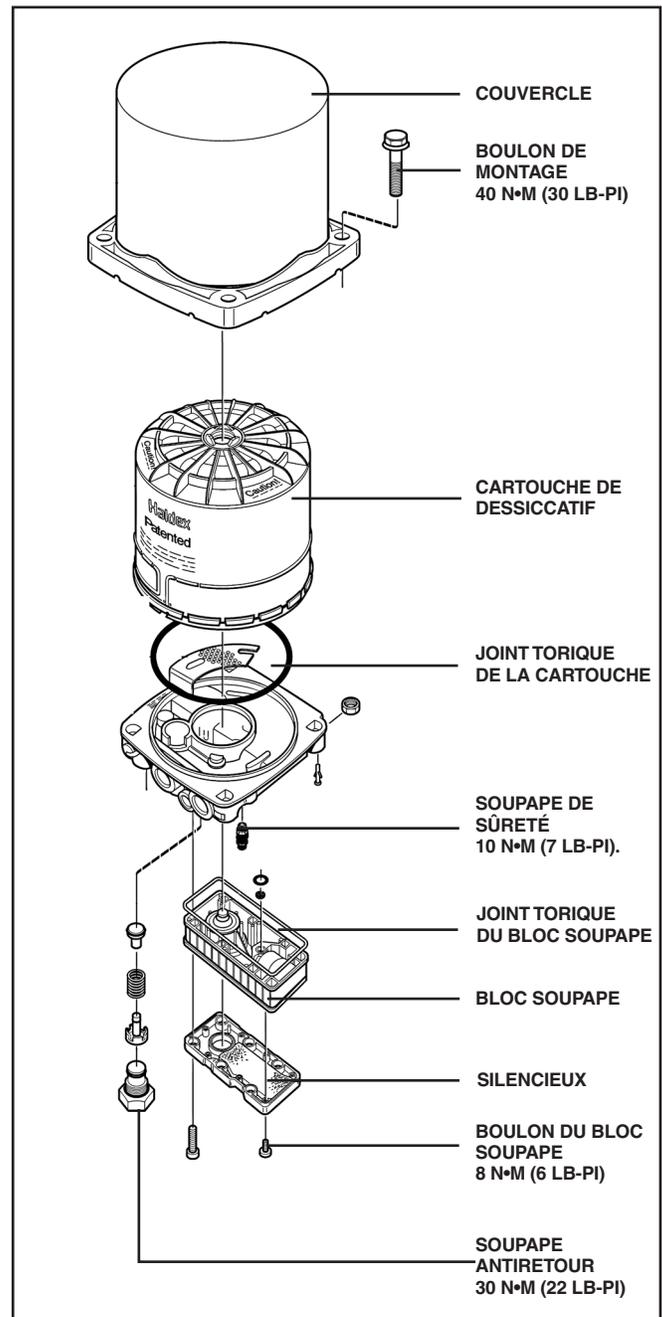

Figure 5 - Composants du dessiccateur d'air (typique)
10. Placer la cartouche sur le boîtier et serrer les boulons de montage au couple indiqué en Figure 5.
Voir Figure 5.
4. Monter la nouvelle soupape et serrer les six boulons au couple indiqué en Figure 5, en commençant par les deux boulons du centre.
4. Serrer au couple indiqué en Figure 5.
3. La soupape est réglée pour s'ouvrir à 1379 kPa (200 psi). Serrer la soupape au couple indiqué en Figure 5.